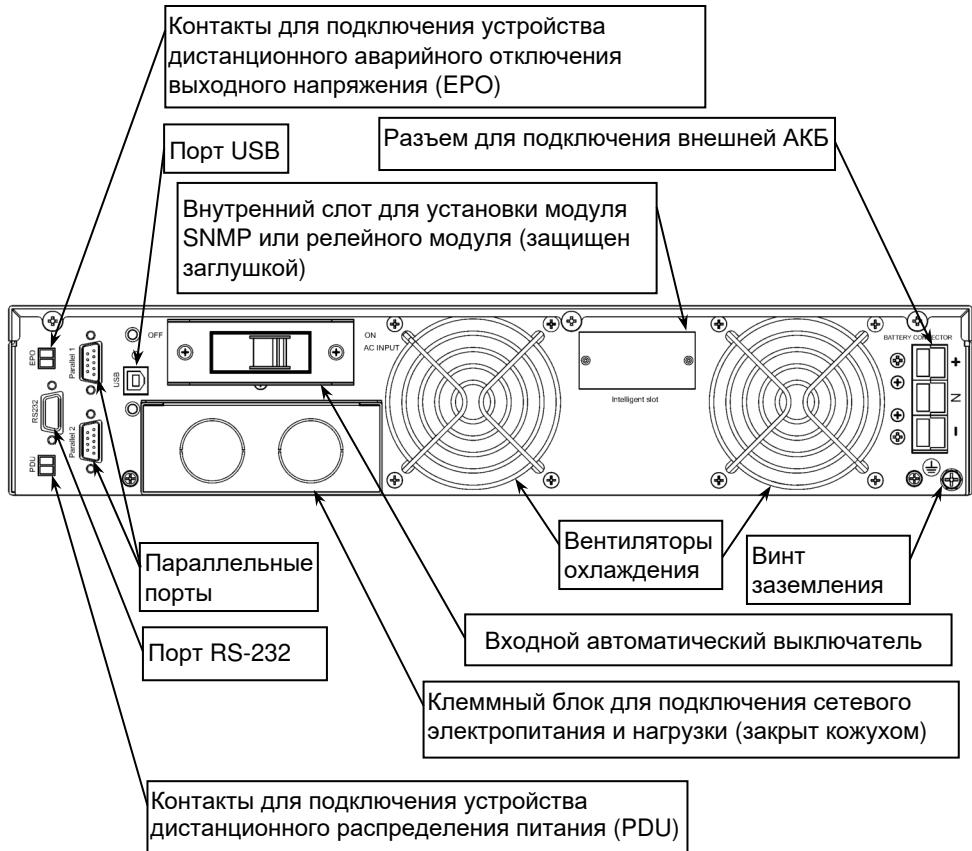
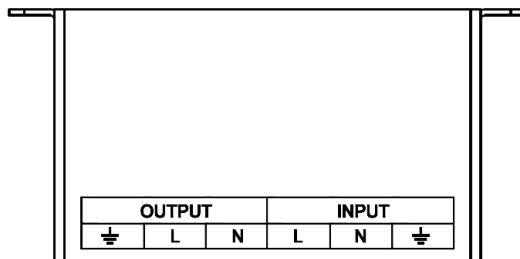

Рисунок 5 — Общий вид задней панели ИБП
Рисунок 6 – Маркировка защитного кожуха
После монтажа ИБП в шкаф изделия необходимо выполнить подключение кабелей пользователя к изделию (см. рисунок 5). Подключение проводов к клеммному блоку ИБП следует выполнять в соответствии с маркировкой, нанесенной на стенку кожуха (см. рисунок 6) в следующей последовательности:
- подключение кабелей к клеммному блоку следует выполнять в соответствии с маркировкой, нанесенной на стенку кожуха клеммного блока ИБП (см. рисунок 6);
- Включите входной автоматический выключатель, расположенный на задней стенке корпуса ИБП (см. рисунок 5):
Чтобы выключить изделие, нажмите и удерживайте в нажатом положении около одной секунды кнопку «», пока не прозвучит звуковой сигнал. На передней панели погаснет индикатор «ИНВЕРТОР» и включится индикатор «БАЙПАС», показывая, что изделие питает нагрузку напрямую от входной сети электропитания в обход инвертора. Выключите входной автоматический выключатель, расположенный на задней стенке корпуса ИБП (см. рисунок 5). Изделие отключит выходное напряжение и, через несколько секунд, индикатор «СКАТ» погаснет.